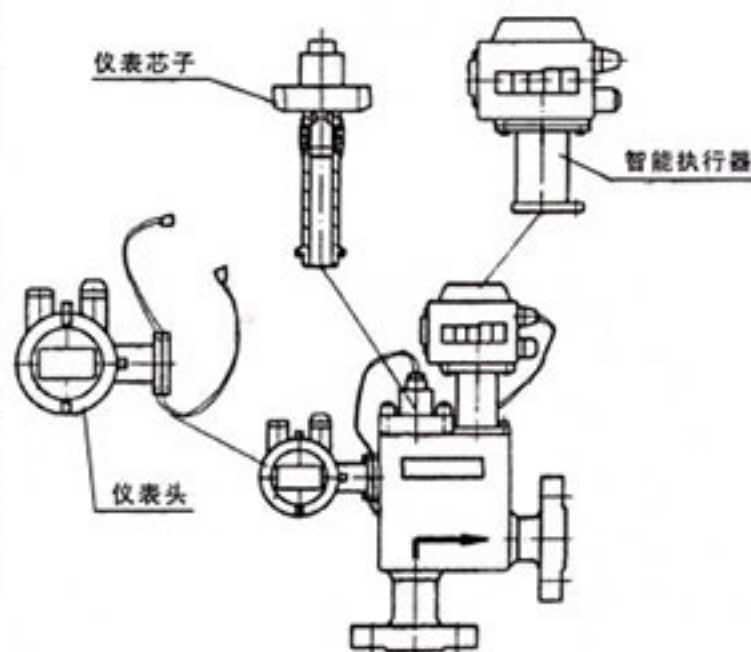

图8 直角一体式测控仪拆卸图
7.3 对于新投用的管道，由于施工原因有可能带入管道内大量的石子、泥砂、麻丝和焊渣等杂质，会造成堵塞仪表芯子或损坏零部件的现象，所以在仪表使用前可利用旁通管道通水将管道冲洗干净；如无旁通管道的则务必取出仪表芯子，参见图8。经冲洗确认杂质被排除后，再将仪表芯子重新装入。